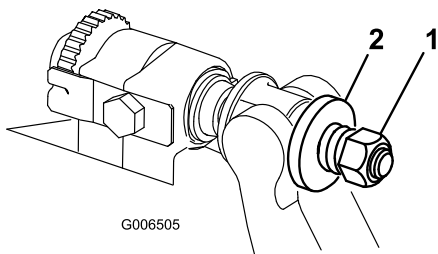

图 20
- 旋紧弹簧加压螺母直到弹簧完全压紧然后往回松开 1/2 圈图 20。